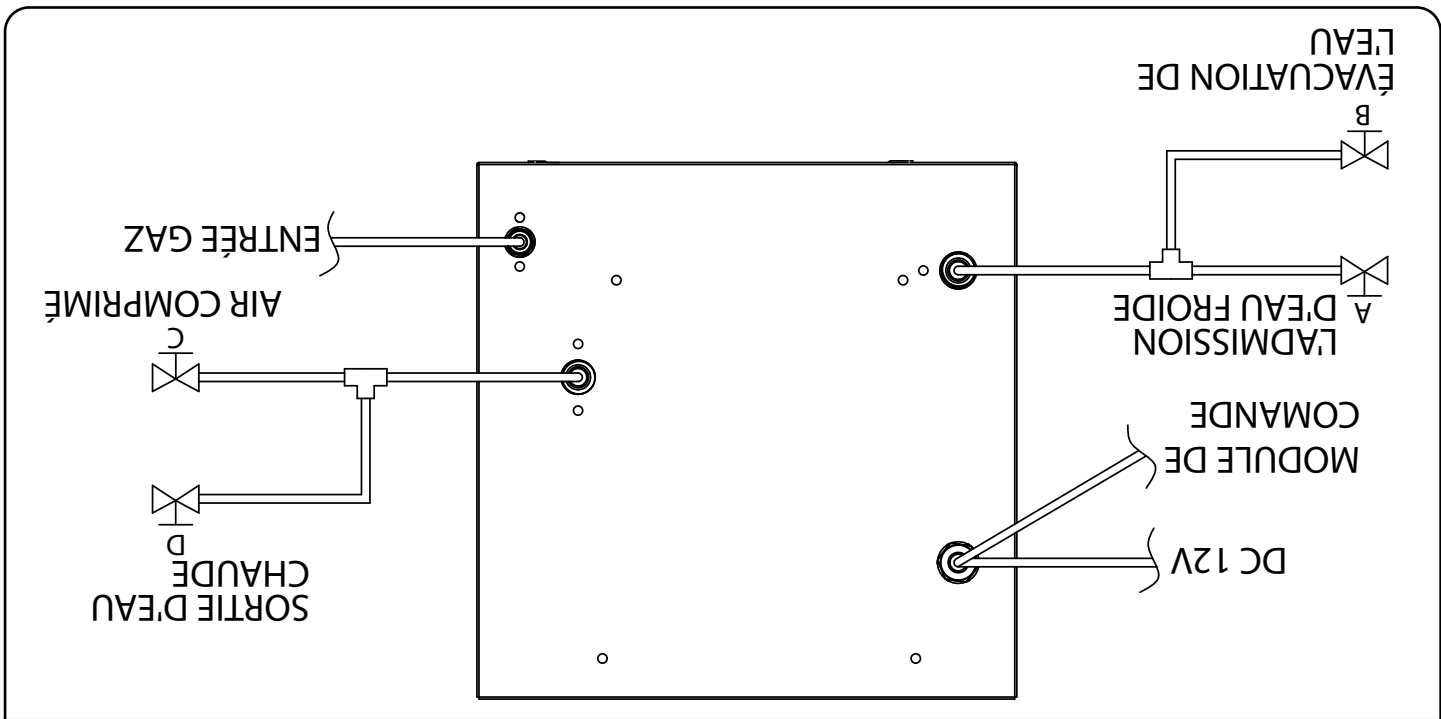

Figure 3
5. L'air comprimé est la méthode préférée pour purger le chauffe-eau. Cette méthode nécessite l'installation de tés de dérivation et de vannes d'arrêt au niveau des connexions d'eau chaude et d'eau froide de l'appareil pour isoler l'appareil du système de plomberie. Lorsque les vannes de dérivation sont ouvertes, de l'air comprimé à une pression ne dépassant pas 40 PSI peut être utilisé pour forcer l'eau hors de l'appareil et à travers une conduite de vidange. Cette méthode nécessite que l'installateur fournisse la plomberie de la vanne de dérivation. Voir Figure 3.